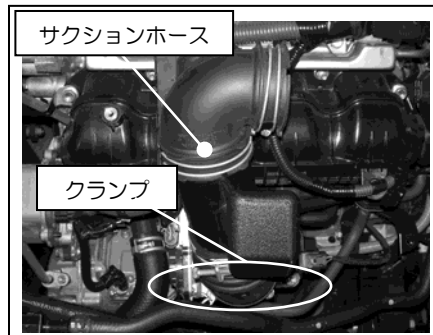

図 3
- ③サクシヨンホーススロツトル側のクランプを外し、取り外します。(図 3 参照)